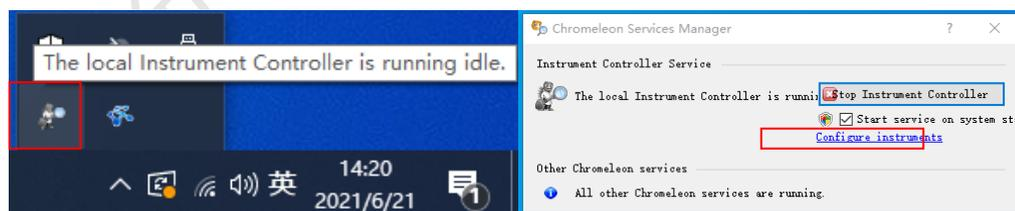

图2 变色龙系统配置图标
Step1. 如图2所示，点击电脑右下角变色龙图标，点击Configure instruments进入仪器配置界面。